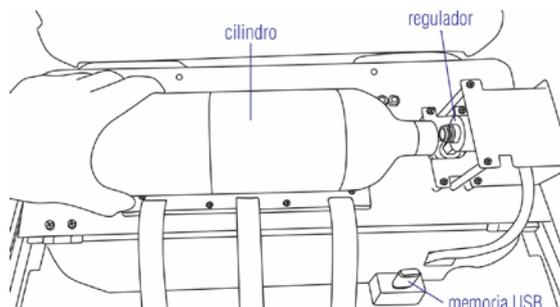

Fig. 5
- Conectar el cilindro al regulador de gas enroscándolo hasta que haga tope (Fig. 5 y 6).